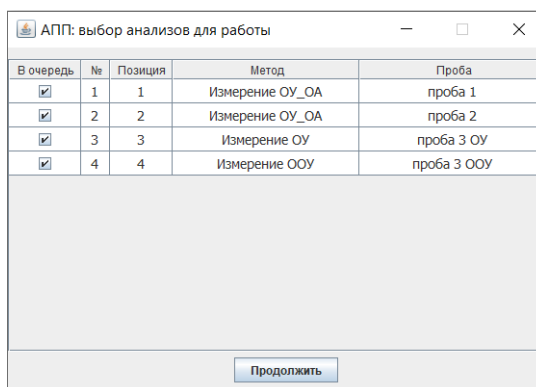

Рисунок 12. Окно выбора анализов для работы с АПП
- 2.4.7.5. В появившемся окне выбрать анализы (рис. 12) и позицию проб в карусели АПП. Кликнуть кнопку **Далее**. Позицию проб в карусели можно также изменить в следующем окне.